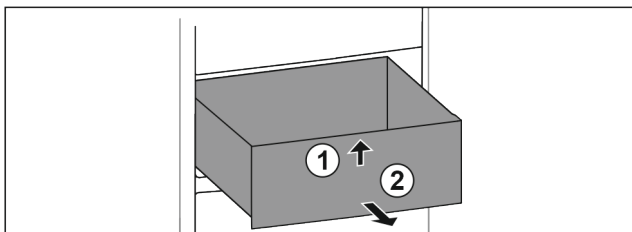

Fig. 102
- Podignite ladicu sprijeda. Fig. 102 (1)
- Izvadite ladicu prema naprijed. Fig. 102 (2)